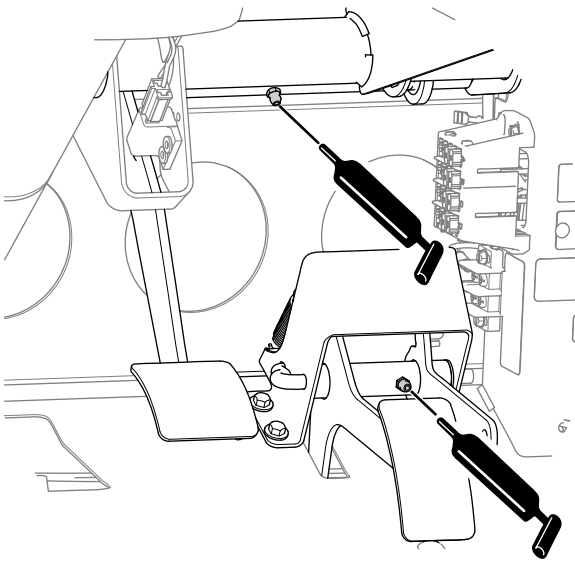

Figura 50
- **Freno (1)**; consulte Figura 50
- **Acelerador (1)**; consulte Figura 50